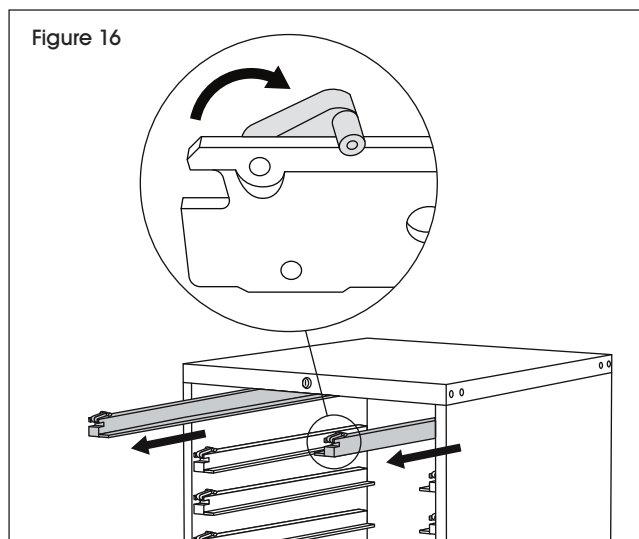

Figure 16
- Retirez complètement les glissières de tiroir hors de l'armoire. (Voir Figure 16)